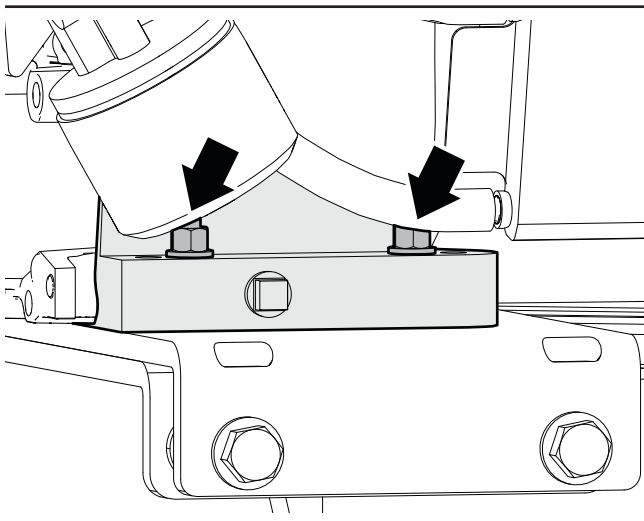

Fig. 41 – Boulons de montage du moteur (deux de quatre)
3. Desserrez (ne retirez pas) les quatre boulons qui fixent le support du moteur sur le châssis de l'équipement. Voir *Fig. 41 à la page 59*.
- Desserrez (ne retirez pas) les quatre boulons qui fixent le support du moteur sur le châssis de l'équipement. Voir Fig. 41 à la page 59.
1. Desserrez (sans les enlever) les quatre boulons du support du moteur. Consultez la Fig. 41 à la page 59.